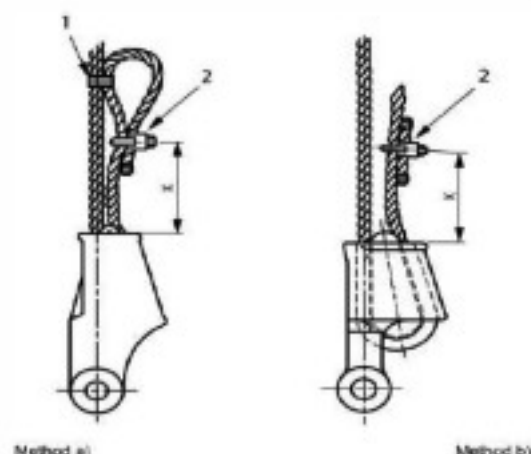

Рисунок 21. Способы установки тросового зажима
2. Европейский стандарт EN13411-6:2008 определяет два правильных способа установки тросового зажима. Смотрите рисунок 21.